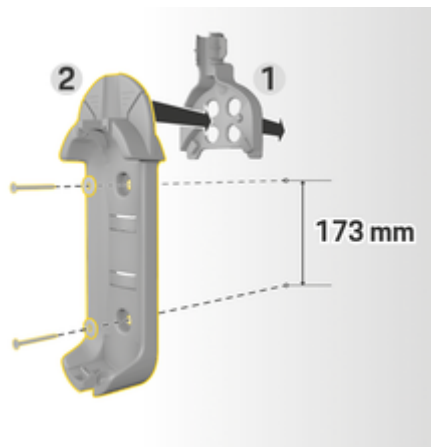

图 19 钻孔尺寸
3. 将基本壁挂支架 2 (图 19) 从前面按入电缆线路导件 1 (图 19) 中。